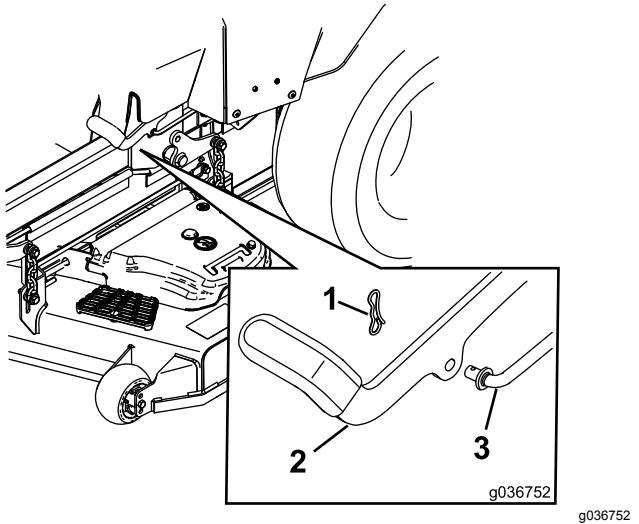

Figura 60
6. Si es necesario ajustarlos, quite el freno de estacionamiento. Retire la chaveta de la barra de acoplamiento del freno (Figura 60).